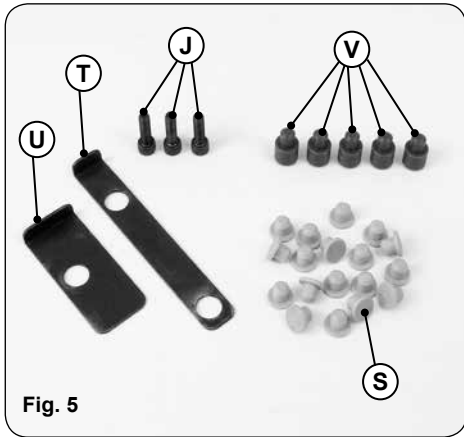

Fig. 5
- Aby oklejać okrągłe płyty, umieść okleiniarkę PEB200/PEB250 w pozycji wskazanej na Rys. 2, lecz włóż podkładki (T i U, Rys. 5, 9 oraz 10) pod urządzenie, aby je podwyższyć.
- Umieść płytę na zaślepkach (S, Rys. 5, 11 i 13) i naprzeciw wałka dociskowego (N, Rys. 8 i 11).